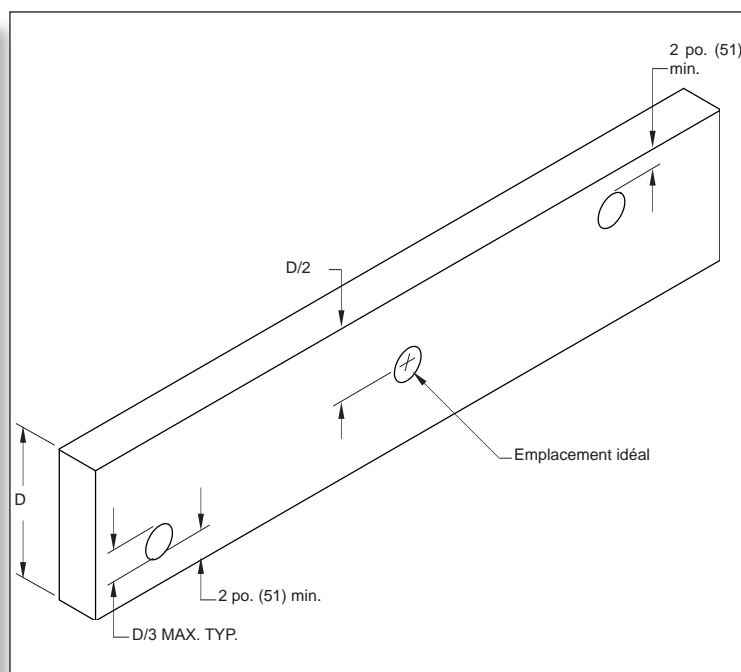

FIG. 4-7 TROUS FORÉS DANS LES POUTRES ET SOLIVES DE BOIS
- Lorsqu'un trou doit être foré au travers d'une solive, le trou doit être percé au centre de celle-ci ou si cela est impossible, à pas plus de 2 po. (51 mm) du rebord de la solive le plus rapproché et le diamètre de ce trou ne doit pas excéder le tiers de la profondeur de la solive. (Voir **FIG. 4-7 plus bas**).